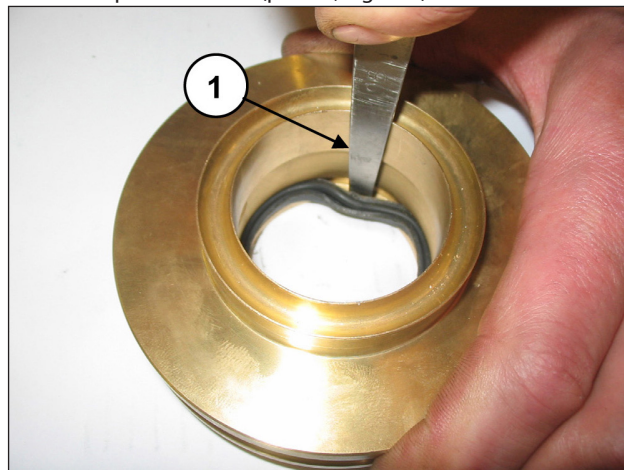

Fig. 123
Para remover o forro de baixa pressão, é necessário usar um medidor de espessura ou uma ferramenta que não danifique o local do suporte do forro (pos. ①, Fig. 123).